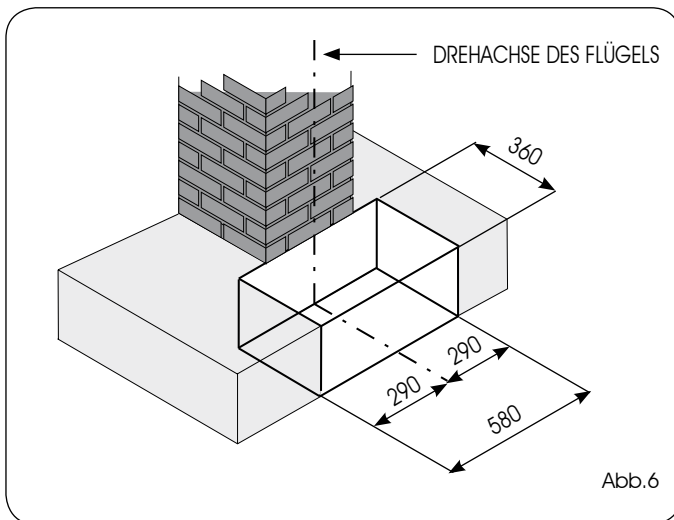

Abb.6
1) Einen Fundamentsockel laut Abb. 6 herstellen.